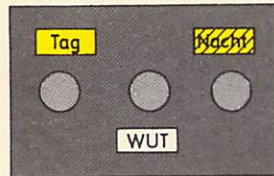

Bild 43
- (4) Durch Blinken des Tag- oder Nachtspannungsmelders und das Ertönen eines langsam schlagenden Weckers wird zum Umschalten auf Tag- oder Nachtspannung aufgefordert (vgl. Bild 43). Umgeschaltet wird durch Bedienen der Taste für Tagspannung oder der Taste für Nachtspannung und der Bahnhofstaste. Bei Nebel und Schneetreiben in der Nacht ist stets auf Tagspannung umzuschalten. Blinkt der Nachtspannungsmelder bei Tag, darf nicht auf Nachtspannung umgeschaltet werden. Der langsam schlagende Wecker kann mit der Weckerunterbrechertaste abgeschaltet werden.